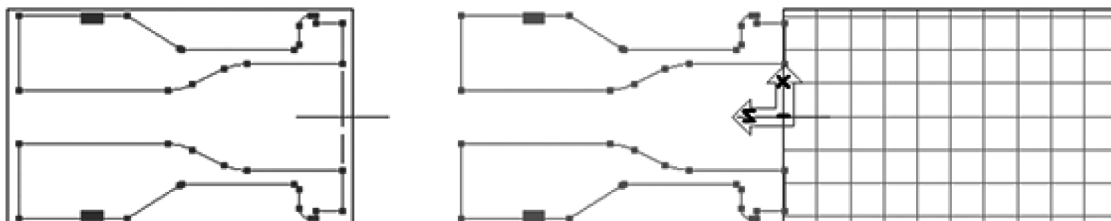

图 4-15 镜像几何图素
8) 选择主菜单→修改→镜像并关于 $Z0$ 来镜像这些几何，如图 4-15 所示。